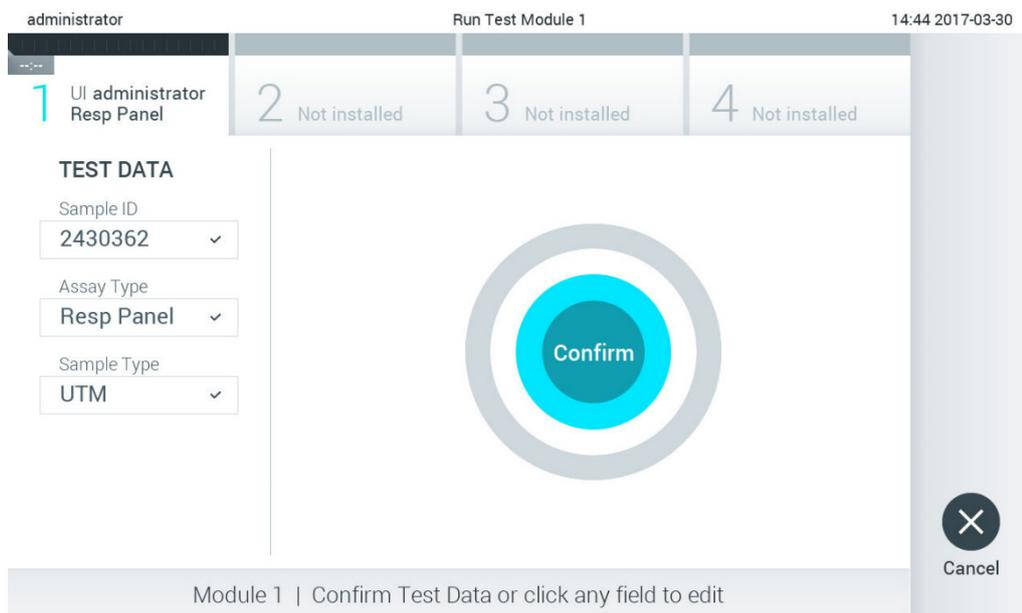

Figura 26. Schermata Confirm (Conferma).
5. Appare la schermata Confirm (Conferma). Rivedere i dati immessi e apportare le modifiche necessarie premendo sui campi pertinenti sul touchscreen e modificando le informazioni (Figura 26).